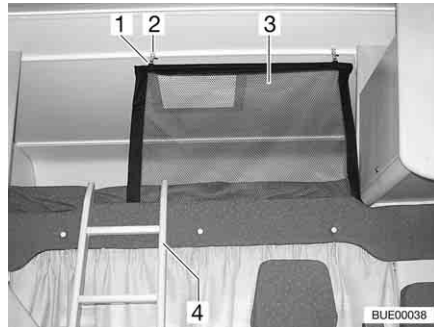
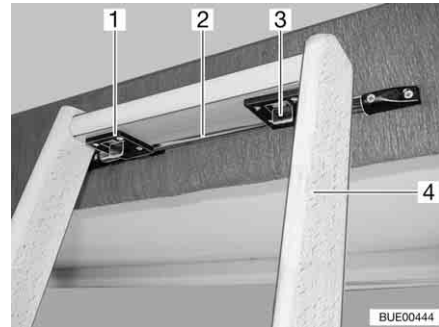

Fig. 109 Letto mansarda
Fig. 110 Scaletta di accesso, bloccaggio
Per salire sul letto mansarda utilizzare la scaletta di accesso (Fig. 109,4 e Fig. 110,4) in dotazione ai modelli di serie.
- Agganciare la scaletta con i due ganci (Fig. 110,1) presenti sulla guida (Fig. 110,2) al pannello cieco del letto.
- Spingere i due bloccaggi (Fig. 110,3) in avanti.
La rete protettiva (Fig. 109,3) è stivata sui modelli di serie tra il materasso e il telaio portamaterasso. Fissare la rete protettiva soltanto dopo che le persone si sono stese nel letto mansarda.
- Agganciare il supporto (Fig. 109,1) negli occhielli sul soffitto (Fig. 109,2).